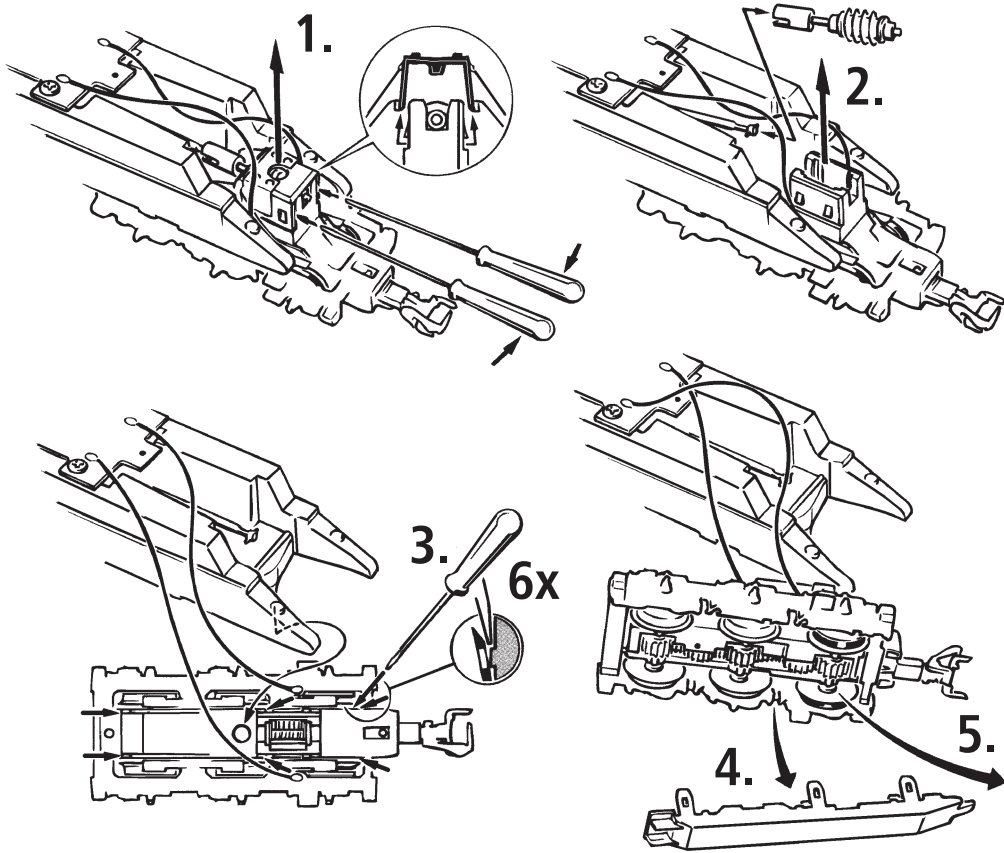
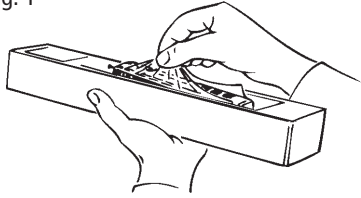

Fig. 7
Fig. 2
2. Schmierung: Versehen Sie die im Schmierplan in Fig. 5 gekennzeichneten Stellen mit nur **kleinen Öltropfen**. Dazu zuerst das Lokgehäuse abnehmen (Fig. 2). Wir empfehlen den **ROCO Öler Art.-Nr. 10906**. Fürs Schmieren der Getriebeteile (Zahnräder, Schnecke) empfehlen wir das **ROCO-Spezialfett Art.-Nr. 10905**. Im Falle der Schmierung diese Teile **nicht ölen**.
4. Motorwechsel: Lokgehäuse abnehmen (Fig. 2). Danach wird der Motor ausgebaut (Fig. 7).
2. Lubrication: Apply **tiny oil drops** to spots marked in fig. 5. Prior to lubrication dismantle locomotive (fig. 2). We recommend using item no. **10906, Roco oiler**. For lubrication the gearparts (e.g. cogwheels, worm) we would recommend our Roco **special grease** (item no. **10905**).
4. Motor Changing: First remove loco body (fig. 2), and then the motor (fig. 7).
2. Graissage: N'appliquez **qu'une tout petite goutte** aux endroits indiqués par le plan de graissage (fig. 5) après avoir démonté la caisse de la locomotive (fig. 2). Nous vous recommandons **le graisseur à huile Roco réf. 10906**. Pour graisser les engrenages (roues dentées, vis sans fin) nous vous conseillons la **graisse spéciale Roco réf. 10905** pour engrenages en matières synthétiques. Lorsque vous utilisez cette graisse il faut éviter d'huiler ces composants.
4. Remplacement du moteur: Démontez la caisse (voir fig. 2). Démontez ensuite le moteur (fig. 7).
1. siehe } Fig.2
voir } Fig.2